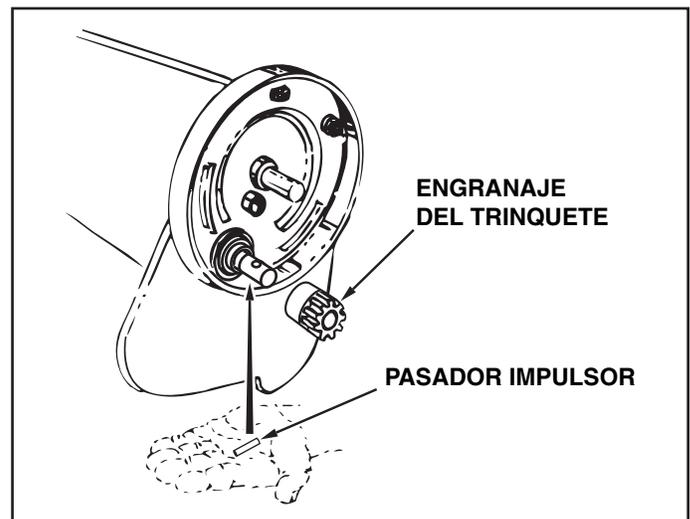

FIGURA 22
3. (Figura 22) Retire el engranaje deslizándolo fuera del eje del cepillo. (Tenga cuidado con el pasador impulsor, que puede caerse del eje del cepillo al remover el engranaje del trinquete).